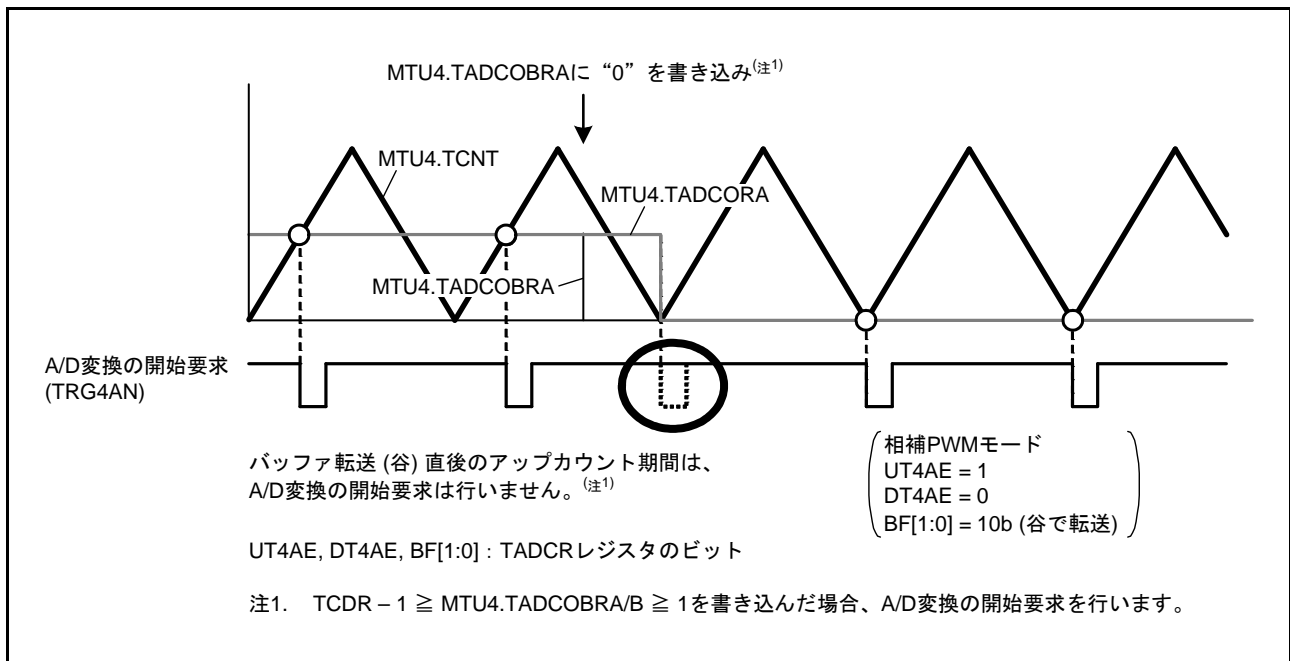

図 20.125 MTU4.TADCOBRA に“0”を書き込んだときの A/D 変換の開始要求
- MTU4.TADCOBRA, MTU4.TADCOBRB レジスタに“0”、かつ、MTU4.TADCR レジスタの UT4AE, UT4BE ビットに“1”を設定して、MTU4.TCNT カウンタの谷でバッファ転送したとき、転送直後のアップカウント期間については A/D 変換の開始要求を行いません (図 20.125)。